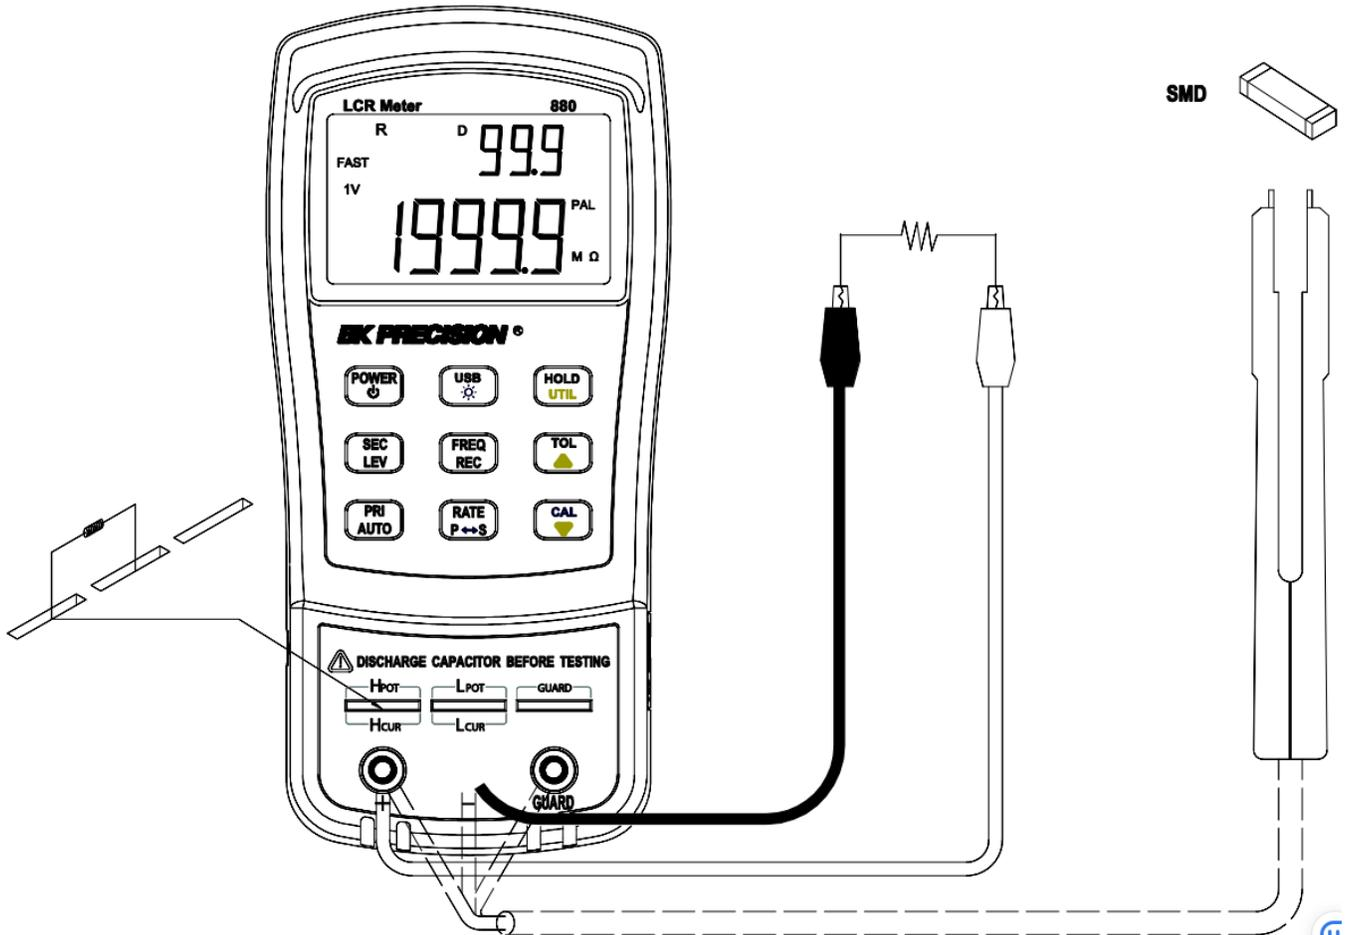

图 13-交流电阻测量设置
3. 将电阻器或电阻元件插入输入插座，或将鳄鱼引线连接到香蕉插孔输入端子，并将夹子连接到元件引线，如图 13-交流电阻测量设置所示
- 2.使用附带的 mini USB 电缆，将 mini USB 一端连接到 LCR 仪表，另一端连接到电脑上可用的 USB 端口（见图 13）。